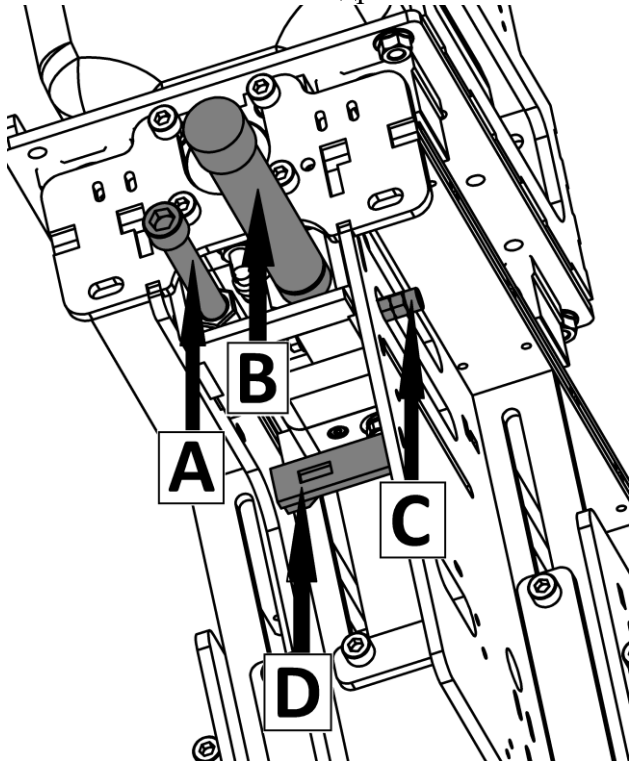

Рисунок 20.
7.3 Расслабить зажим гидравлического стабилизатора "С" (рис. 20).
7.4 Отдвигаем стабилизатор "В" (рис. 20), так чтоб не мешал сверлильному механизму дойти до максимально глубины сверления точки.
7.5 Механический стопор "А" (рис. 20), устанавливает общий ход сверления.